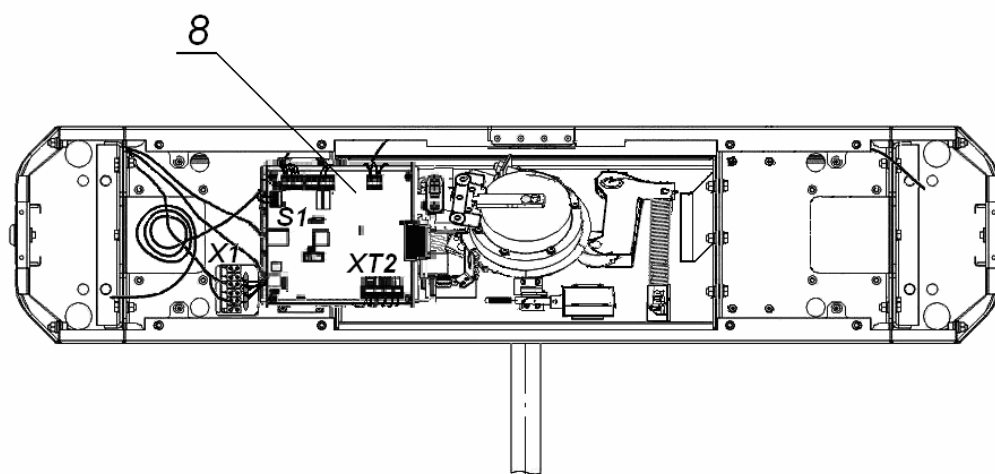
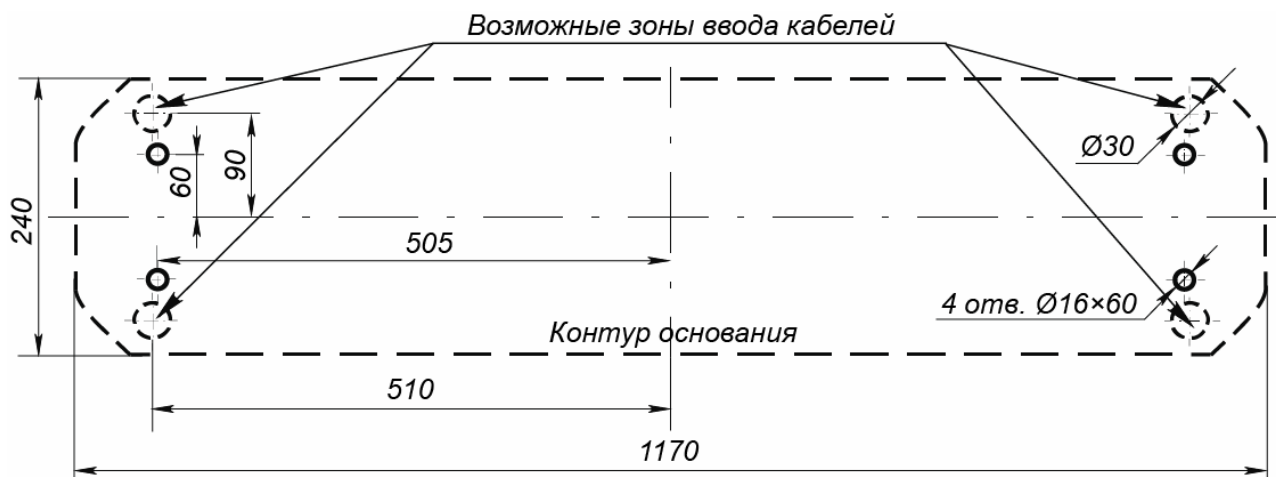

Рисунок 10. Схема прокладки кабелей в стойке ЭП:
Рисунок 11. Схема разметки для установки стойки ЭП
3. Подготовьте в полу отверстия под гильзы анкеров для крепления стойки ЭП (см. рис. 11).
4. При необходимости прокладки кабелей под поверхность пола подготовьте в полу кабельный канал, подходящий к одной из зон подводки кабелей, указанных на рис. 11 для ввода кабелей в стойку ЭП.
10. Снимите крышку ЭП (3), отвернув ключом установочный винт (19). Порядок снятия крышки указан в разд. 6.
11. Протяните кабели внутри стойки. Рекомендуемое расположение кабелей при прокладке внутри стойки показано на рис. 10.
15. Выполните заземление стойки ЭП в соответствии с требованиями ПУЭ («Правила устройства электроустановок»). Контакт заземления **Z3** (см. рис. 10) находится за боковой заглушкой (9) стойки. Для крепления кабеля заземления на контакте используйте гайку М4.
16. Подключите кабель *Ethernet* (16) к разъему **S1** на плате контроллера ЭП.
19. После подключения всех кабелей и закрепления стойки на полу установите на место крышку (3) и заглушки стойки в порядке, обратном снятию.